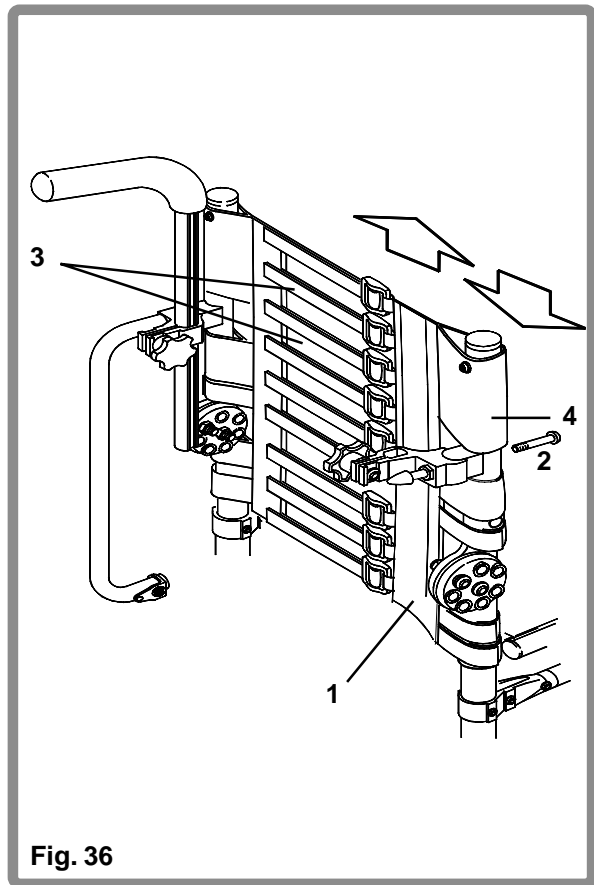

Fig. 36
- 2 Door de bovenbuis van de Optima rugbuis (Fig. 36). De polstering moet voor afstelling worden verwijderd. Verwijder de bout (2) met een 4mm inbussleutel, zet de bovenbuis (4) op de gewenste hoogte en plaats de bout terug. Plaats de polstering terug. Haal bout (2) aan op 7-12Nm koppel.